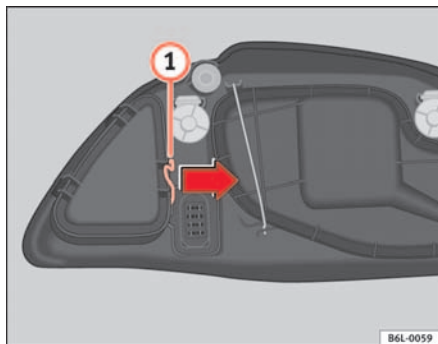

Abb. 154 Standlicht
- Die Strebe **1** ⇒ Seite 231, Abb. 154 in Pfeilrichtung verschieben und den Deckel abnehmen.